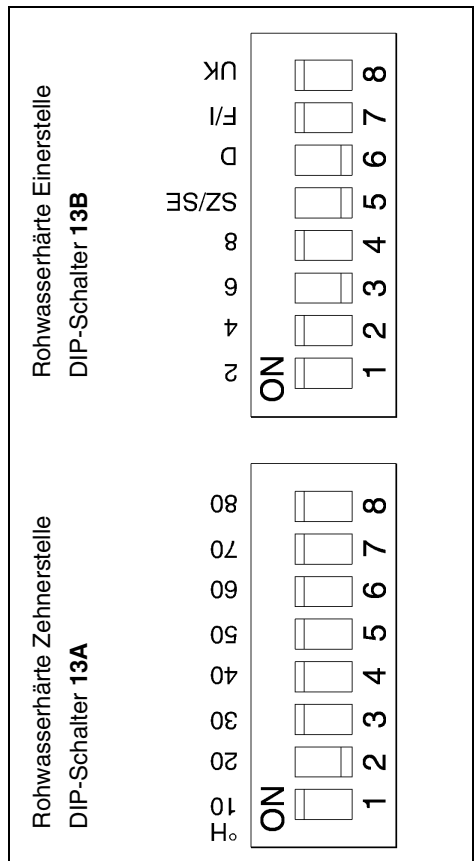

Abb. 4: DIP-Schalter
Die **Rohwasserhärte** wird über die DIP-Schalter **13A** und **13B** eingestellt (siehe Abb. 4).
- Kontakt 2 des DIP-Schalters **13A** und Kontakt 3 des DIP-Schalters **13B** in die Stellung gegenüber „ON“ schalten (siehe Abb. 4).